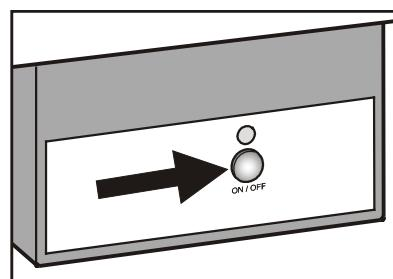

Figura 21
- Presione el botón en el alojamiento del fabricador de hielo (**Figura 21**) durante aproximadamente 3 segundos. El piloto LED encima del botón comenzará a parpadear.
*El fabricador de hielo también puede ser encendido y apagado pulsando el botón "On/Off" de la caja del fabricador de hielo durante aproximadamente 1 segundo (**Figura 21**).*